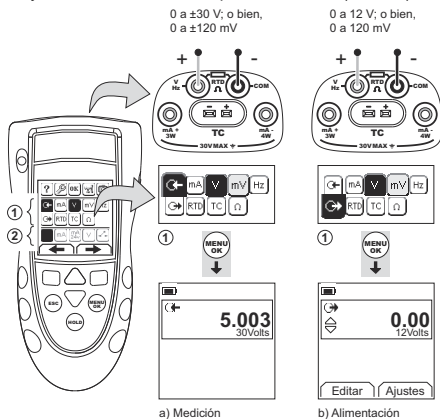
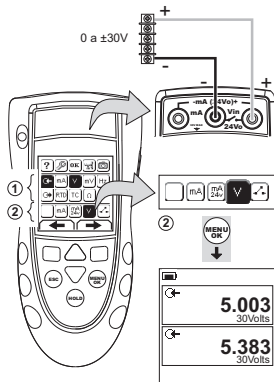

Figura 4: Ejemplo de configuración: Medición/alimentación de voltios o mA (Área ①)
Figura 5: Ejemplo de configuración: Medición de voltios (función dual, área ②)
1. Conecte el instrumento (Figura 4 y Figura 5) y, si es necesario, ajuste la opción Configurar (Tabla 1).
- Nota:** Utilice el área de función dual (②) para realizar dos operaciones al mismo tiempo. Si no es necesaria la selección del área ②, desactive esta área (■). De este modo se ahorra batería.